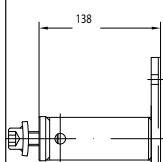

Fig. 13
b) Supporto a fascetta con guida per sistema (fig. 13).